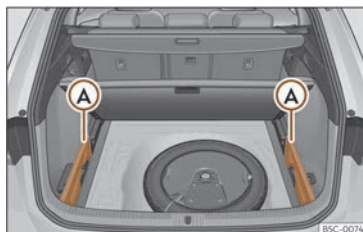

Fig. 177 Al maleter: allotjament per guardar la safata enrotllable.
- Traieu les tapes esquerra i dreta >>> **fig. 177** **A**.